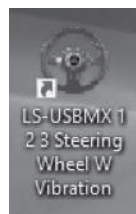

Рис. 5
• Вставьте CD-диск с драйверами в дисковод ПК и запустите программу «setup.exe» для установки драйверов на ПК. На Desktop (рабочем столе) ПК автоматически появится иконка «LS-USBMX 1 2 3 Steering...» (см. Рис. 5), что удобно для будущих проверок и калибровки.